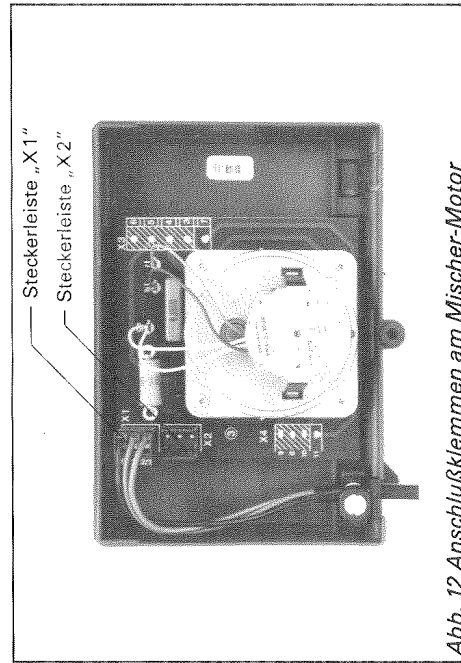

Abb. 12 Anschlußklemmen am Mischer-Motor
3. Buchsenleiste von Steckerleiste „X1“ auf „X2“ umstecken (Abb. 12).